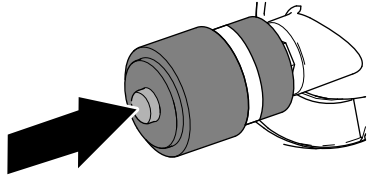

Figure 80
1. Si une bande rouge est visible dans l'indicateur de colmatage, appuyez sur le bouton de réinitialisation au bout de l'indicateur (Figure 80).